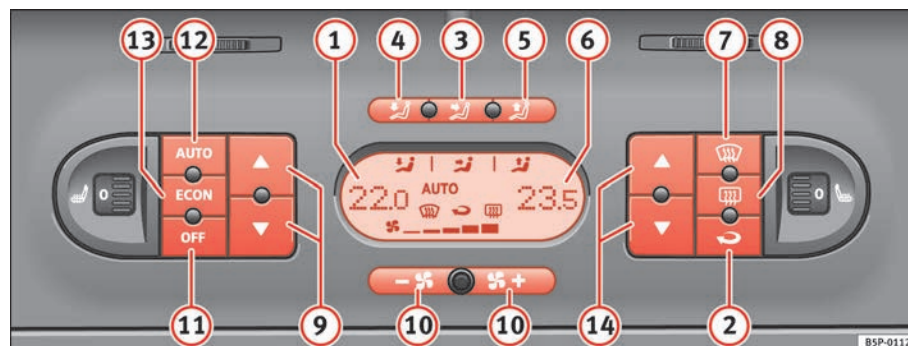

Fig. 132 Mandos del 2C-Climatronic en el tablero de instrumentos
- Pulse las teclas de regulación de temperatura ⇒ página 165, fig. 132 9 ó 14 para ajustar la temperatura del lado izquierdo y derecho respectivamente.
- Pulse la tecla  ⇒ página 165, fig. 132. Aparece “AUTO” en el display.